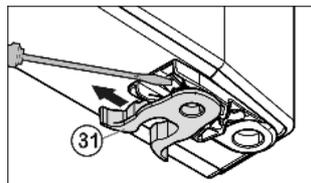

Fig. 10
- ▶ переставити *Fig. 10 (31)* пружинний затискач: Натиснути язичок заціпки вниз, зняти з нього пружинний затискач.